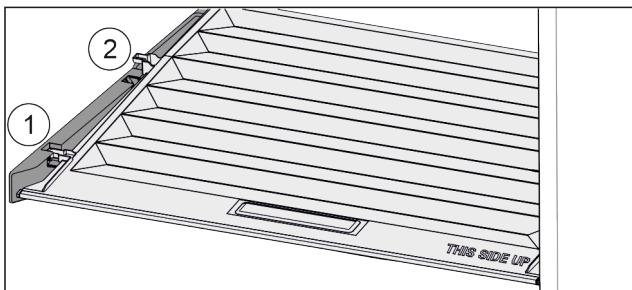

Fig. 60
- Потянуть крышку до отверстия в поддерживающих деталях вперед Fig. 60 (1).
► Поднять сзади снизу и извлечь Fig. 60 (2) движением верх.